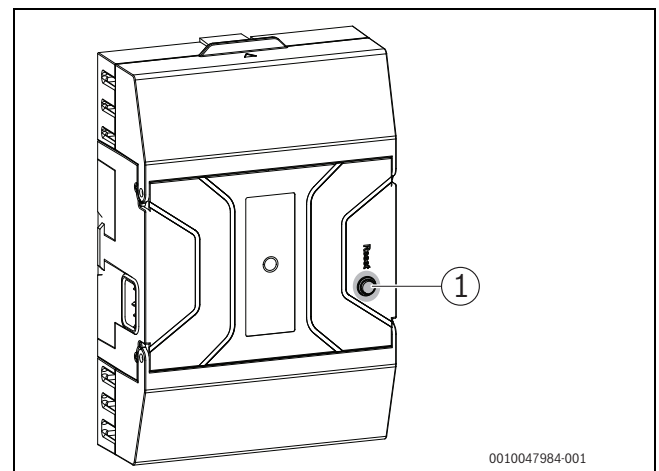

Bild 86 Störungen am Feuerungsautomat zurücksetzen
- Taste „Entstören“ am Feuerungsautomat drücken (→ Bild 86).